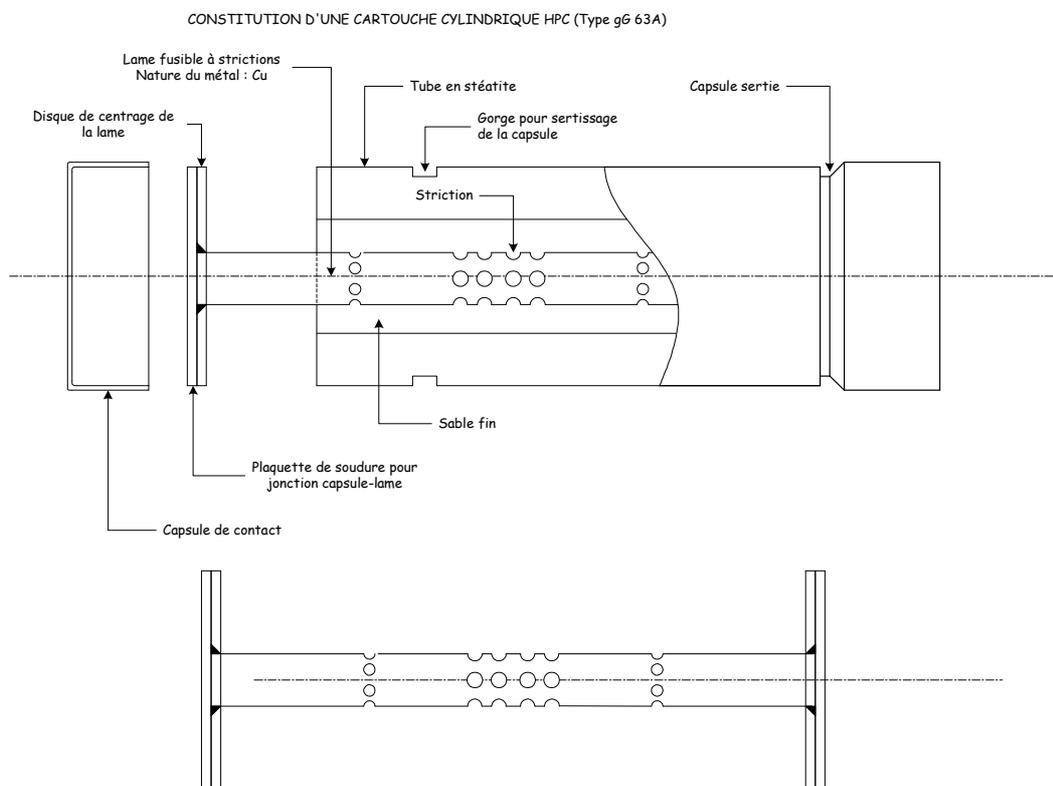

Figure 1
4. Constitution de l'élément de remplacement (Voir figures 1 et 2)